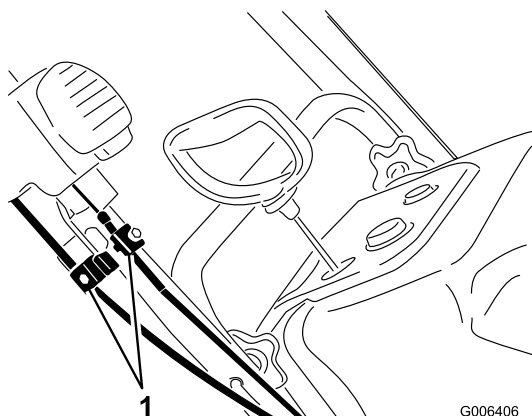

Figure 41
- Desserrez les serre-câble des deux câbles de commande Quick Shoot (Figure 41).